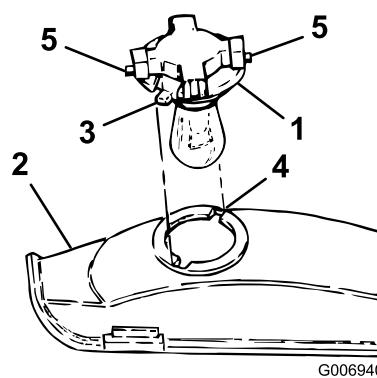

Figure 53
3. Dévissez l'embase d'un quart de tour dans le sens anti-horaire et déposez-la du réflecteur (Figure 53).